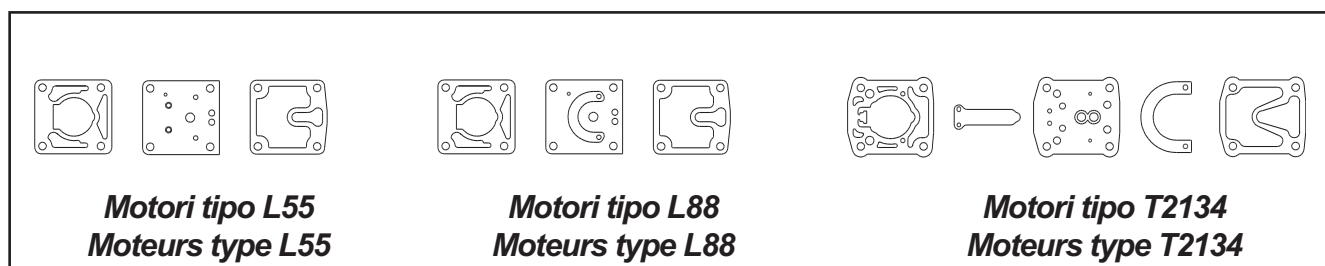

Fig. 12
- Il difetto può essere causato dalla rottura delle valvole o delle guarnizioni (Fig.12). Procedere immediatamente alla sostituzione del particolare danneggiato.
- Le défaut peut être provoqué par la rupture des soupapes ou bien des joints (Fig.12). Procéder immédiatement au remplacement de la pièce endommagée.